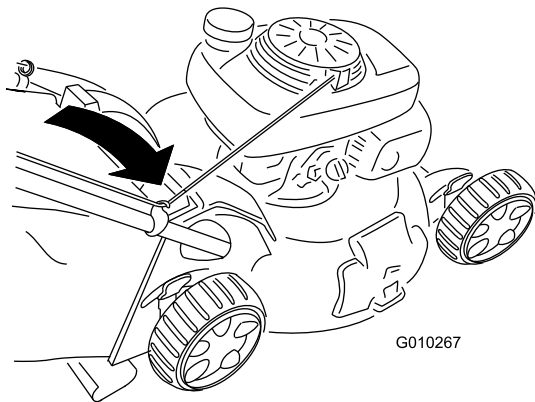

Bild 30
2. Verlegen Sie das Starterkabel um die untere Kabelführung (**Bild 30**).